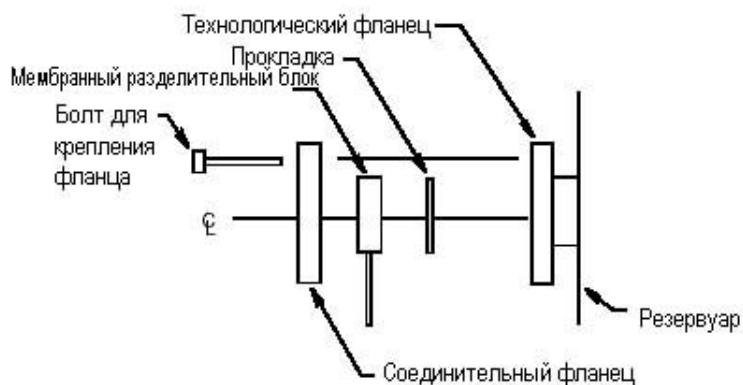

Рис.24. Установка мембранных разделительных блоков
1. Отцентрируйте мембранный разделительный блок по отношению к соединительному фланцу, как показано на рис.24.
2. Установите прокладку, как показано на рис. 24.